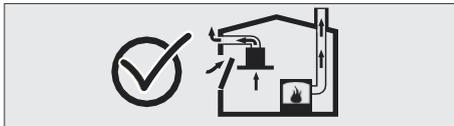

Fig. 4
- Por lo tanto, siempre debe garantizarse una entrada de aire fresco adecuada. Fig. 4